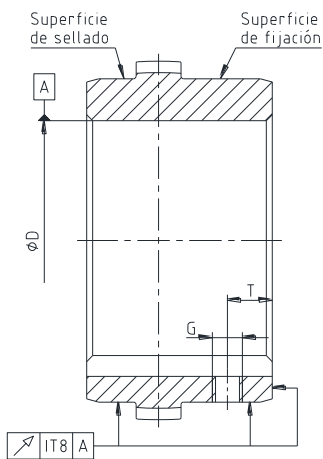

Figura 21: superficies de fijación/sellado de los tamaños 10 a 70
- En el mecanizado del agujero por parte del cliente se debe mantener la precisión de excentricidad axial y la concentricidad (véase figura 21 a 25).